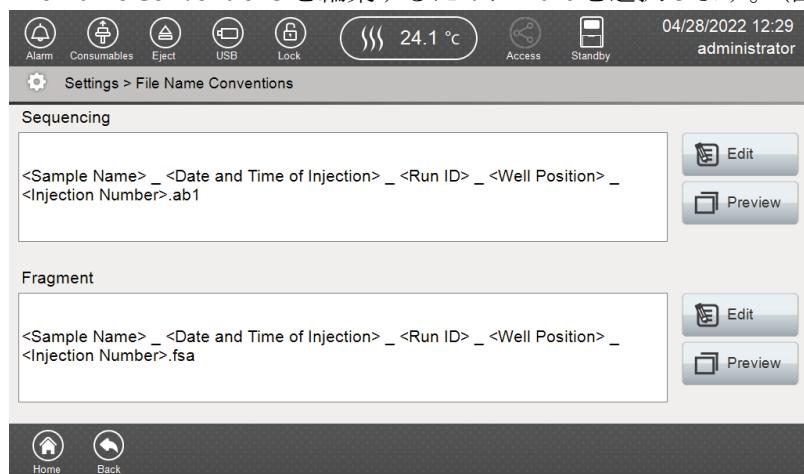

図 169 File Name Conventions 画面
2. シーケンスとフラグメント解析の設定が表示されます。（図 169）<>で囲まれた属性は、（ \_ ）で区切られます。この画面の file name conventions をプレビューや編集することができます。
3. File Name Conventions を編集するために **Edit** を選択します。（図 169）